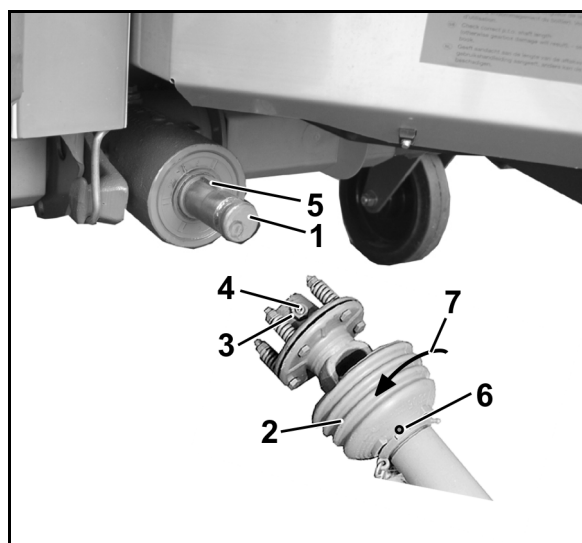

Fig. 39
2. Limpiar el árbol de entrada del engranaje (Fig. 39/1).
4. Desenroscar el tornillo de retención (Fig. 39/6).
5. Girar el embudo de protección (Fig. 39/2) hasta la posición de montaje (Fig. 39/7).
7. Soltar la contratuerca (Fig. 39/3) de la brida de conexión del embrague de disco (hasta que el vástago roscado no sobresalga más allá de la contratuerca), girar hacia fuera el vástago roscado de hexágono interior (Fig. 39/4) y comprobar si es posible introducir fácilmente la brida de conexión en el eje del engranaje.
Comprobar que el muelle de ajuste (Fig. 39/5) quede completamente cubierto.
9. Asegurar el árbol de transmisión para evitar un desplazamiento axial. Para ello, apretar el vástago roscado con una llave de hexágono interior y asegurar con la tuerca (Fig. 39/3) girada en sentido contrario.
2. Soltar la contratuerca (Fig. 39/3) de la brida de conexión del embrague de disco.
Desenroscar el vástago roscado (Fig. 39/4).